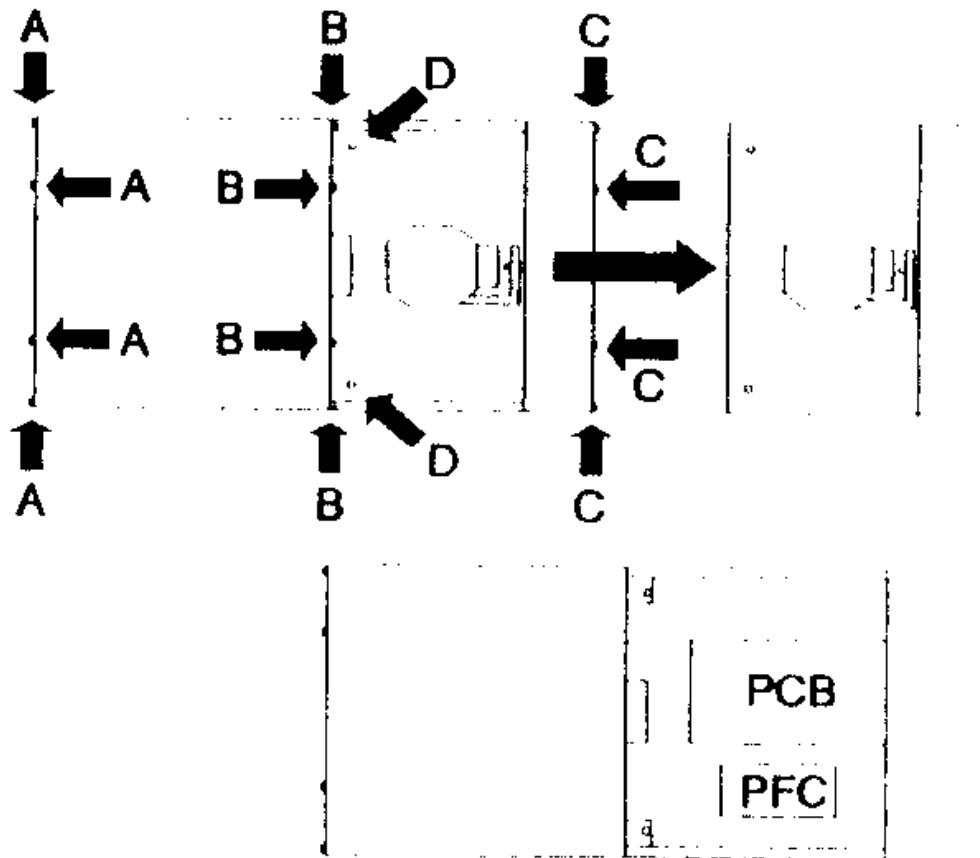

Fig. 1
1. Mollare tutte e sei le viti denominate D e C in fig. 1, e poi rimuovere attentamente l'intero gruppo di pan/tilt, evitando di staccare i cavi dei motori dal circuito stampato.
Svitare le viti indicate denominate A e B in Fig. 1 (vedi sezione precedente), che assicurano il coperchio all'alloggiamento della lampada, e rimuovere l'alloggiamento.